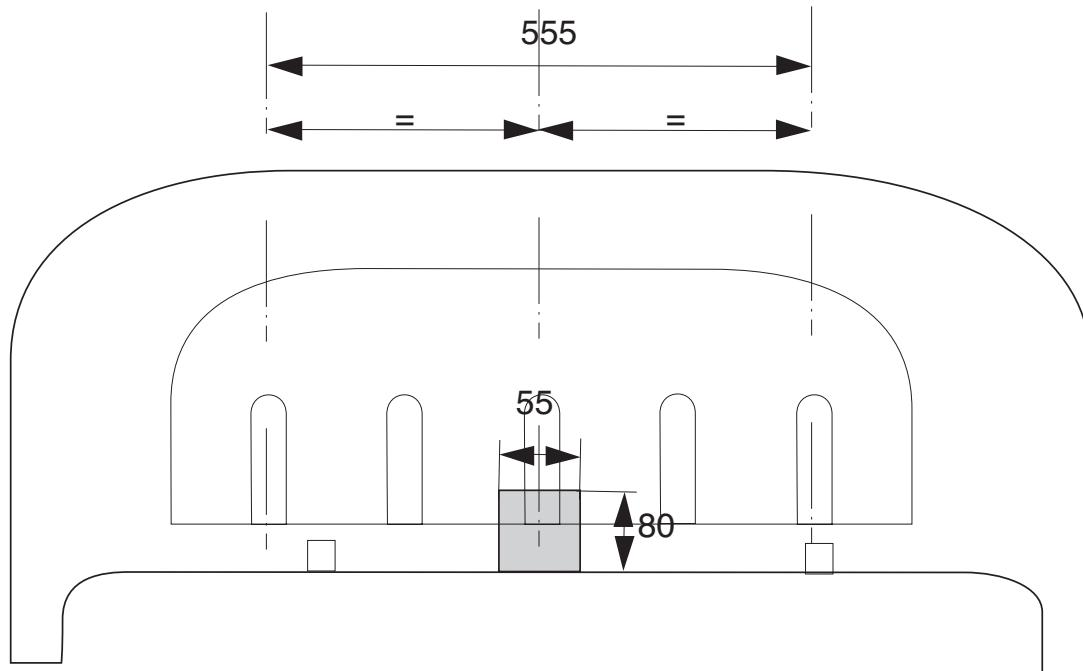

Fig. 1
1. **Für Typ 2004-> gilt:** Auf der Unterseite der Stoßstange und dem Spoiler in der Mitte einen 55 mm breiten und 80 mm tiefen Teil heraus-schneiden. (Abb.1)
1. **Pour le type 2004->:** Scier au milieu de la face inférieure du pare-chocs et du spoiler un morceau de 55 mm de large et 80 mm de profondeur. (fig.1)
- For typen 2004-> gælder:** Sav midt på kofangerens og spoileren underside en del på 55 mm bredde og 80 mm dybde ud. (fig.1)
- Válido para el tipo 2004->:** Serrar y sacar del centro del lado inferior del parachoques y del espóiler una parte de 55 mm de ancho y 80 mm de profundidad. (fig.1)
- Dla typu 2004-> obowiązuje:** Wypilować w środkowej części od spodu zderzaka i spojlera odcinek szerokości 55 mm i 80 mm w głęb. (fig.1)
- Per la versione 2004-> vale:** Segare via dalla parte centrale inferiore del paraurti e dallo spoiler un pezzo largo 55 mm e profondo 80 mm. (fig.1)